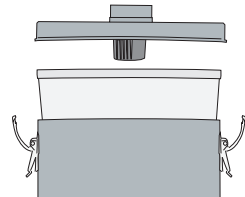

figure 10 | figura 10
- 4. Remove filter and empty (figure 10).**
Retirer le filtre et le vider dans un récipient approprié (figure 10).